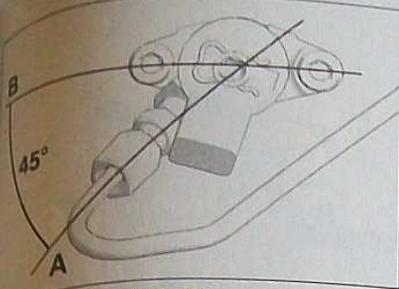

FIG. 29
- respecter l'inclinaison de 45° entre (A) et (B) (Fig.29).